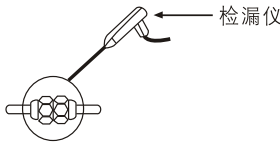

图35
- 3 用③塑料绝缘带把铜管和连接电缆包起来。
- 4 在接口处用检漏仪或者肥皂水来检查是否有泄漏。(如图35)